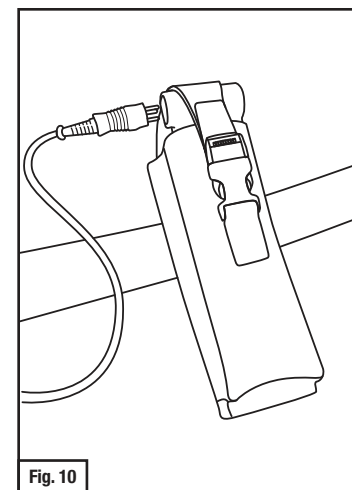

Fig. 10
8. Brancher le cordon d'alimentation GVP-610 à l'adaptateur TR-659 (Fig. 10). Raccorder l'extrémité de la connexion du cordon d'alimentation dans la prise femelle située à l'avant du souffleur à moteur GVP-100. Pour mettre le souffleur à moteur sous tension, tenir le bouton de mise sous tension situé sur l'adaptateur enfoncé pendant 1/2 seconde. Lorsque l'appareil est mis sous tension, le voyant lumineux sur l'adaptateur TR-659 devrait clignoter pendant environ une seconde, puis s'éteindre.